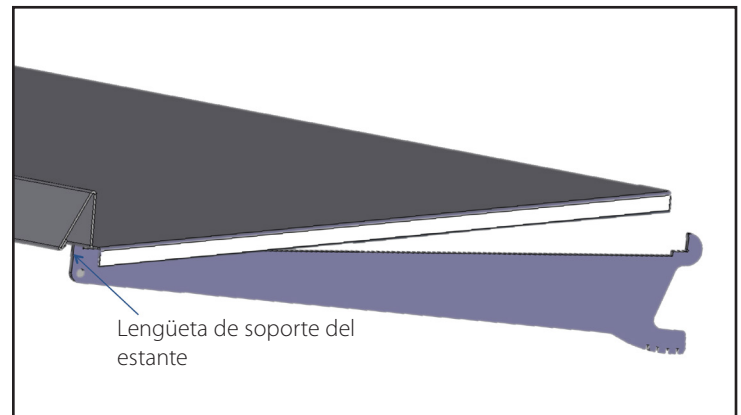

Fig. 2. Instale los estantes.
- b. Mueva la parte posterior del estante hacia arriba y hacia atrás hasta que el frente del estante libere la lengüeta de soporte en el soporte. Ver la fig. 2.